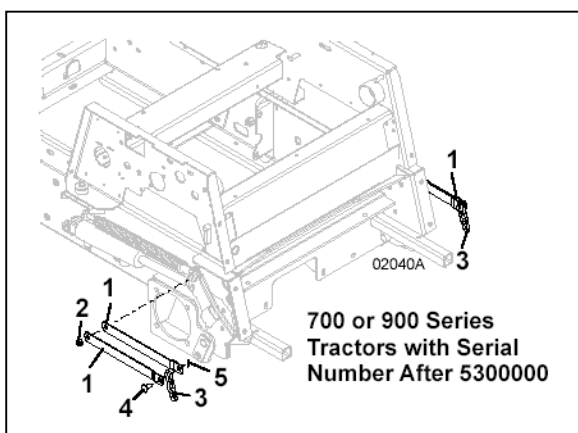
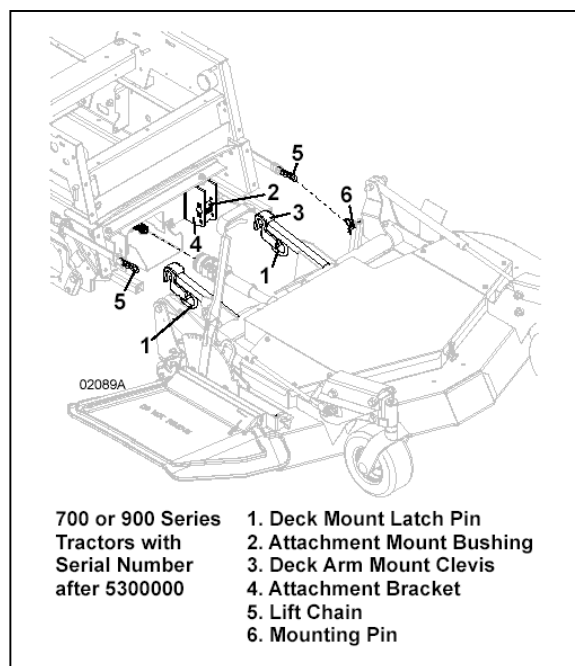

Fig. 7
Fig. 8
Montering af en 34-serie klipper på en 700- eller 900-serie maskine (se fig. 7)
Montering af klipperdækket på maskinen (se fig. 8)
- Monter løftekæderne (punkt 3, fig. 7), fra trækkræftsættet, til .375 x 2 monteringsboltene (punkt 6, fig. 8) på klipperdækket. Brug specialværktøjet fra trækkræftsættet (Traction Kit Tool) til at spænde trækfjederen, så er den lettere at montere.